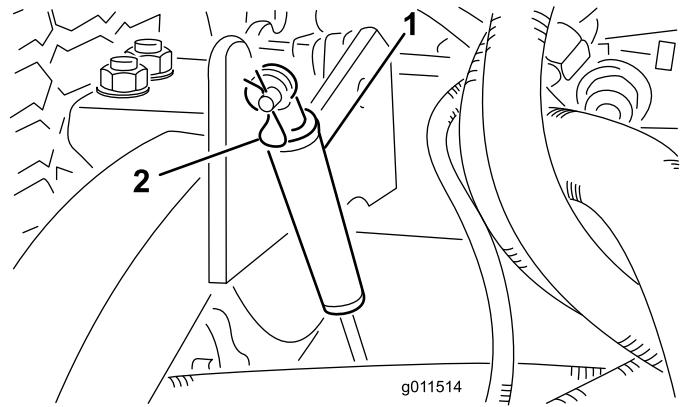

Figura 5
6. Retire os contrapinos tipo grampo que prendem os amortecedores aos braços de elevação de corte (Figura 5).